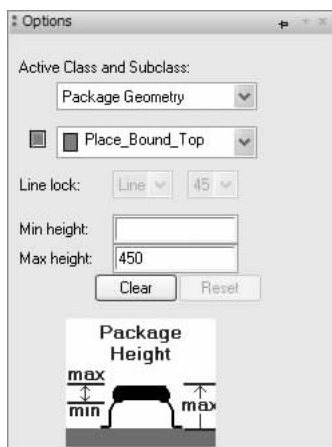

图 9-28 Options 窗口设置
4) 设置零件高度。选择菜单栏中的“Setup（设置）”→“Areas（区域）”→“Package Height（封装高度）”命令，设置“Options（选项）”窗口中“Active Class and Subclass”区域下拉框中的选项为“Package Genmetry”和“Place_Bound_Top”。单击一下零件实体范围的形状，在“Options”窗口内的“Max height（高度）”文本框中输入450，表示零件的高度为450 mil，如图9-28所示。在工作窗口内右击鼠标，选择“Done（完成）”命令，完成零件高度的设置。